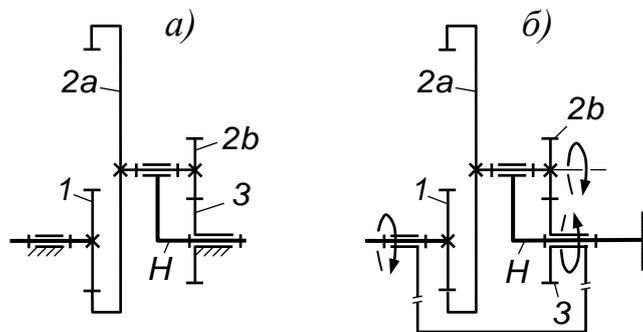

Рис. 5. Планетарная передача:
Пример. Требуется определить передаточное отношение $u_{1,H}$ для механизма, показанного на рис. 5, а.
Согласно формуле (3), $u_{1,H} = 1 - u_{1,3}^{(H)}$. Для определения $u_{1,3}^{(H)}$ переставим механизм на водило (рис. 5, б). В результате перестановки механизм превратился в передачу с неподвижными осями колёс. Для такой передачи: